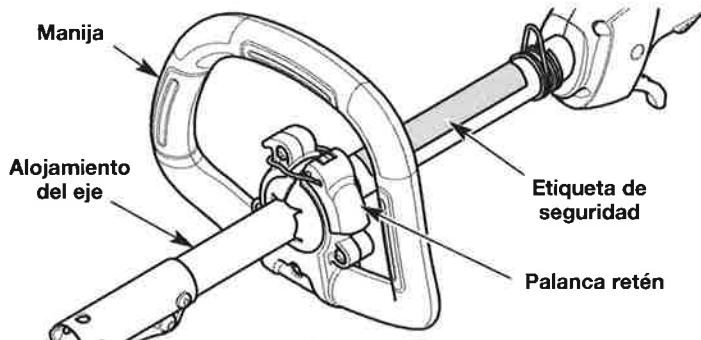

Fig. 7
- Mantenga la unidad en la posición de funcionamiento (Fig. 19). Mueva la manija hacia arriba o abajo del alojamiento del eje hasta que esté en una posición cómoda (Fig. 7). Compruebe que la manija esté ubicada más allá del extremo de la etiqueta de seguridad (Fig. 7).
- Levante la palanca retén para aflojar la manija (Fig. 7).